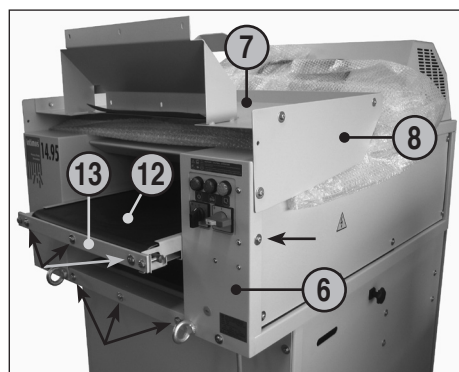

fig. 1
- 6 = Cárter (fig. 1, 2, 4)
- 7 = Mesa (fig. 1, 2, 4, 5, 6)
- 8 = Chapa de protecção (fig. 1, 2, 4)
- 12 = Fita de transporte (fig. 1, 2)
- 13 = Dispositivo de fixação da fita de transporte (fig. 1)
(fig. 1, 2 e 3):
1. Desapertar os três parafusos e respectivas anilhas em cada um destes pontos: no cárter (6), no topo do dispositivo de fixação da fita de transporte (13) e um parafuso debaixo da chapa de protecção (8), em ambos os lados (ver marcações com setas na fig. 1).